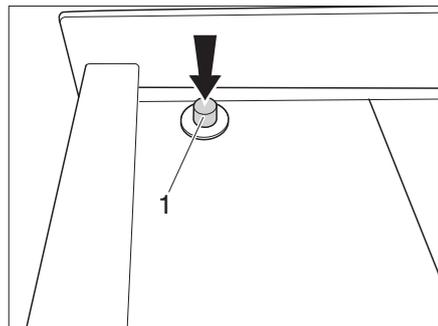

Fig. 5 Verrouillage centralisé - verrouiller
► Appuyer sur le bouton-poussoir (Fig. 5,1). Les portillons et les tiroirs du bloc cuisine sont verrouillés. Le bouton-pression est enfoncé.